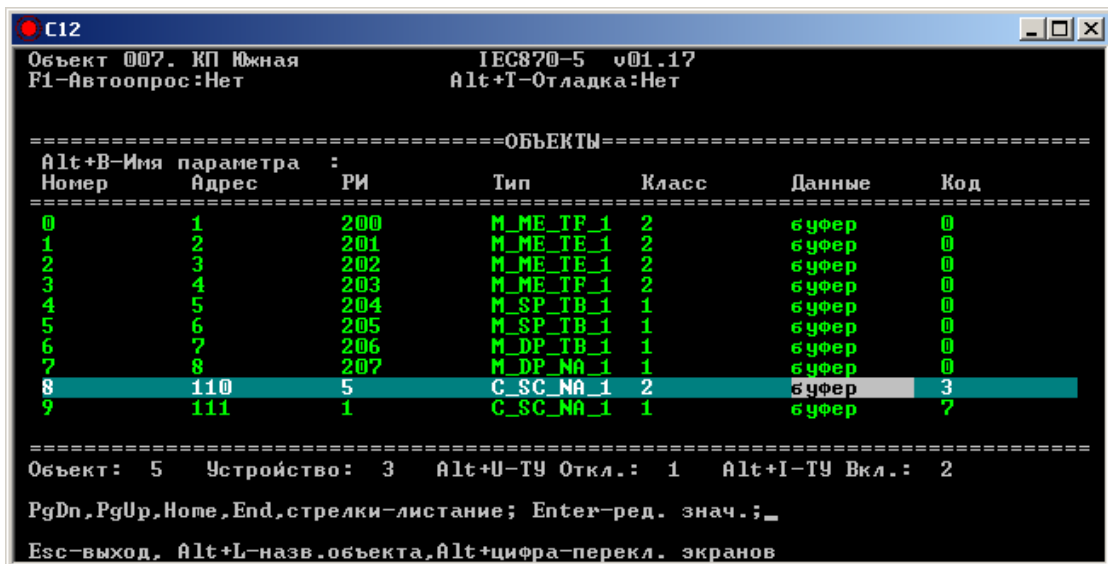

Рис. 7.2. Настройка объектов для устройства SLAVE
9. В данном примере команда с адресом 110 выполняется с подготовкой, а команда 111 – это прямая команда. Команда с адресом 110 отправляется объекту №5/устройству №3, а команда с адресом 111 - объекту №1/устройству №7. Для каждой команды C_SC_NA_1 возможна выдача 2 команд управления: команды «Отключить» и команды «Включить» в зависимости от того, какой код команды пришел от устройства MASTER. В примере на рис.7.2 команда с адресом 110 «Отключить» соответствует параметру телеуправления №1, команда «Включить» - параметру №2. Таким образом, например, если устройство SLAVE получило команду с адресом 110 «Включить», то оно должно отправить эту команду объекту №5/устройству №3, вызвав параметр телеуправления №2. Нумерация параметров в библиотеке iec870-5 должна начинаться с 1. Параметр №0 не рассматривается. При этом нумерация параметров телеуправления в объекте №5 должна начинаться с 0.